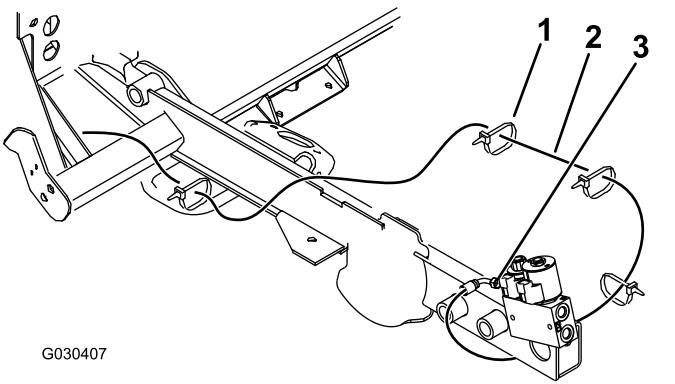

Figura 20
8. Disponete il flessibile lungo sotto il telaio del radiatore, sopra la traversa del telaio e lungo la quida del telaio fino alla valvola (**Figura 20**).
9. Fissate il flessibile lungo con 4 fascette per cavi (Figura 20).